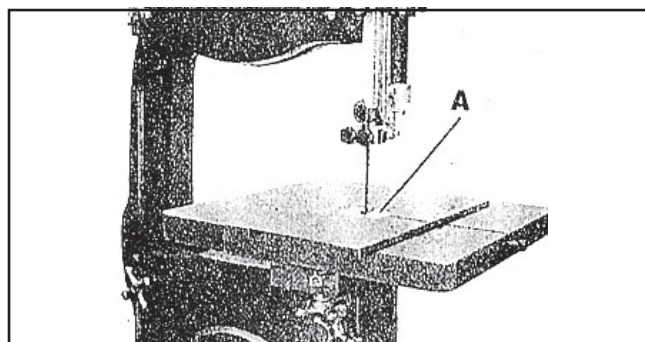

Figura 14
Coloque la inserción de la mesa (A) Figura 14, en el orificio suministrado en la mesa asegurándose de que el perno en la mesa agarre uno de los dientes en la inserción de la mesa.
Mueva la mesa cuando coloque la inserción de la mesa (A) Figura 14 para asegurarse de que la cuchilla quede en el centro de la mesa (A).